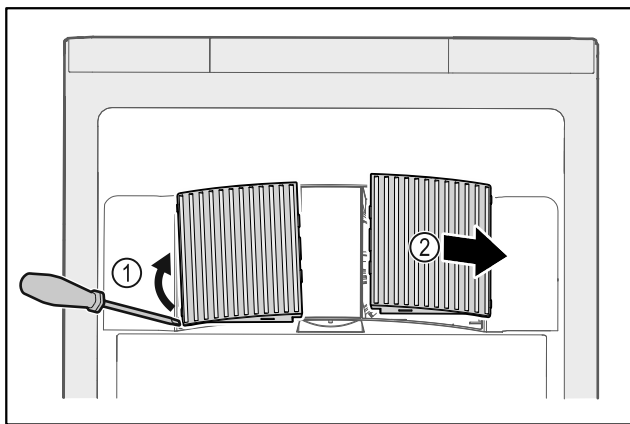

Fig. 201
- Extraire par un mouvement de levier les caches latéraux Fig. 201 (1) vers l'avant Fig. 201 (2).